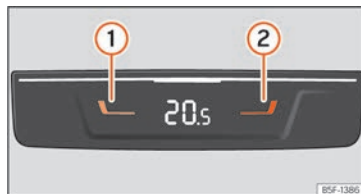

Fig. 154 En la parte trasera de la consola central: mandos para las plazas traseras.
- Pulse las teclas **1** y **2** »» **fig. 154** para ajustar la temperatura de la zona posterior.